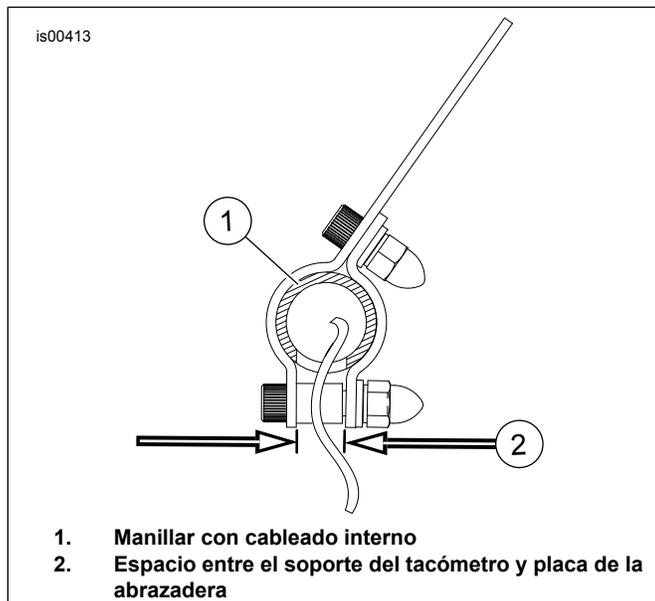

Figura 1. Espacio entre el soporte del tacómetro y placa de la abrazadera
4. Vea la Figura 1. Coloque el soporte para que el espacio (2) atraviese la abertura en el manillar (1) donde salen los cables y apriete los tornillos a 39 N·m (29 ft-lbs).